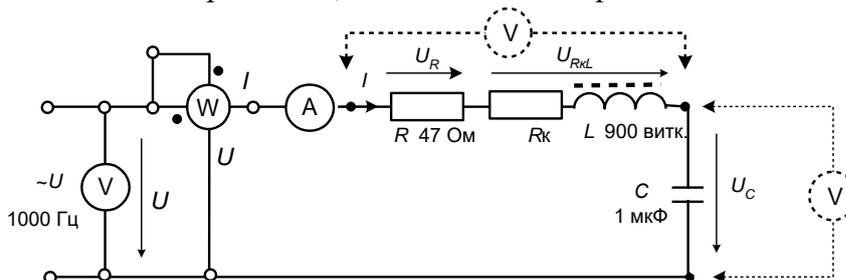

Рис. 3.1.2
- Снимите с трансформатора катушку 900 витков, вставьте в неё **только одну половинку** разъёмного сердечника и соберите цепь, принципиальная схема которой показана на рис. 3.1.2, а монтажная – на рис. 3.1.3.